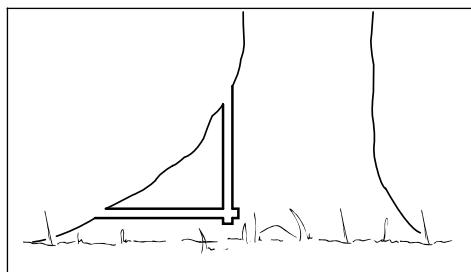

Рис. 14
- подпилить большие прикорневые наплывы: первым должен подпиливаться наибольший корневой наплыв – сначала вертикально, затем горизонтально – только у здорового дерева (рис.14).